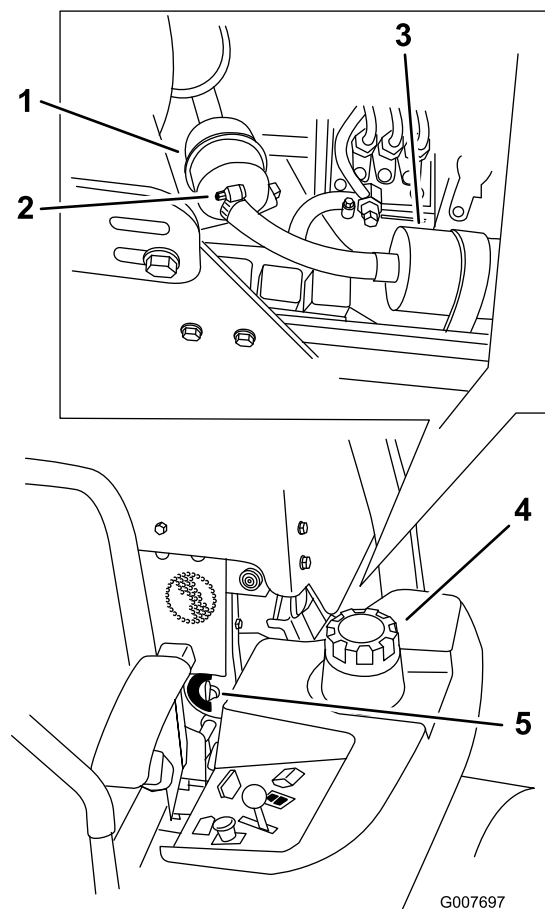

Figure 49
4. Fermez le robinet d'arrivée de carburant (Figure 49).
5. Desserrez les deux colliers de flexibles et débranchez les conduites d'alimentation du filtre à carburant (Figure 49).
6. Remplacez le filtre. Branchez les conduites d'alimentation au filtre à carburant et montez les deux colliers de flexibles (Figure 49).